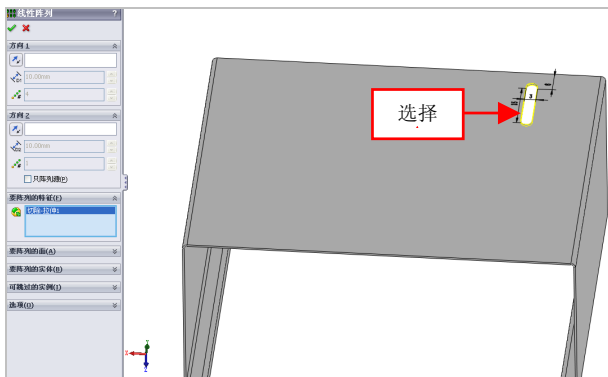

图 13-39 选择阵列特征
(4) 在【特征】选项卡中，单击【线性阵列】按钮，弹出【线性阵列】属性管理器，选择【切除-拉伸 1】特征为阵列特征，如图 13-39 所示。
(5) 选取尺寸 3 为阵列方向，在【线性阵列】属性管理器中，设置